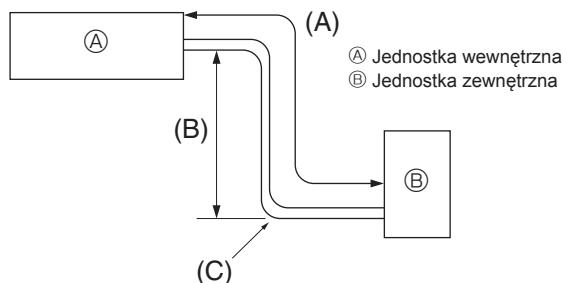

Fig. 4-1
4.1. Rura czynnika chłodniczego (Fig. 4-1)